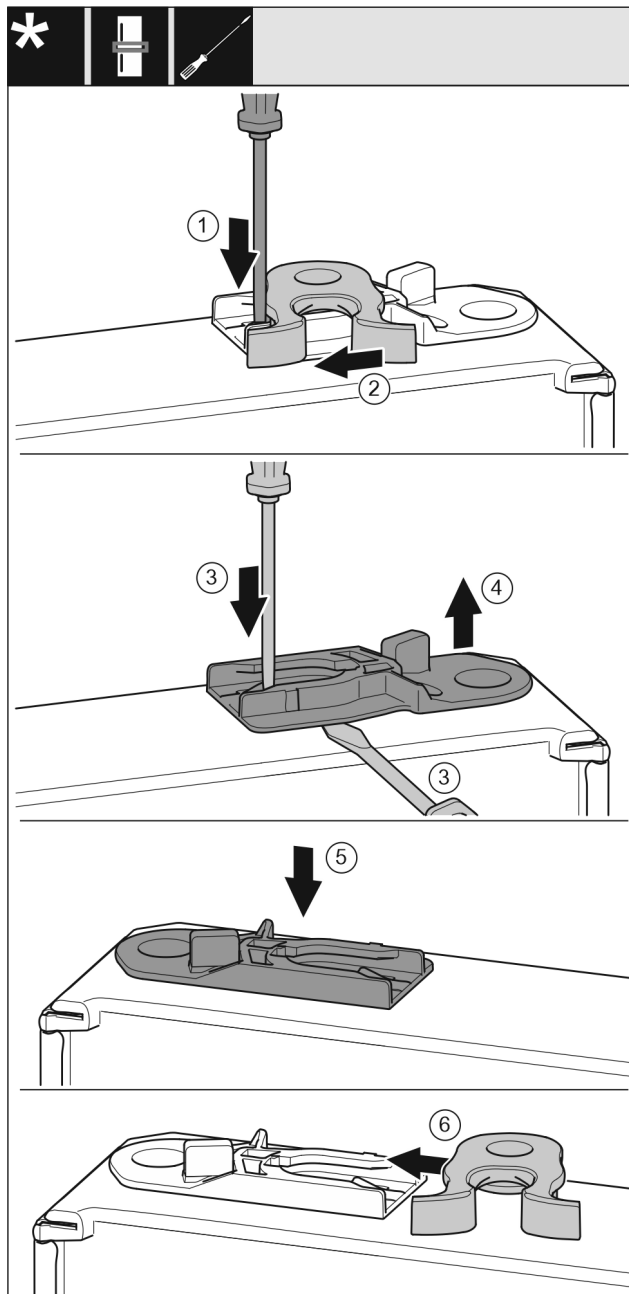

Fig. 19
- ▶ За допомогою шліцевої викрутки притисніть накладку Fig. 19 (1) униз.
- ▶ Витягніть із напрямної запірний гачок Fig. 19 (2).
- ▶ Витягніть направляюче гніздо Fig. 19 (3, 4): Натисніть шліцевою викруткою накладку і одночасно підведіть її під направляюче гніздо.
- ▶ Направляюче гніздо Fig. 19 (5), що входить до складу поставки, вставити з іншого боку корпуса.
- ▶ Вставте запірний гачок Fig. 19 (6) в направляюче.